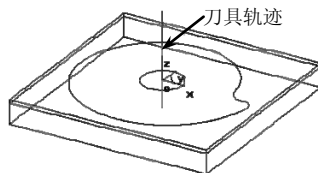

图 2-110 生成钻孔轨迹
(2) 生成刀具轨迹 完成加工参数设置后，单击“确定”按钮，系统在界面的左下方提示“拾取点”，直接拾取坐标原点，然后单击右键即可。系统便自动生成刀具轨迹，如图 2-110 所示。